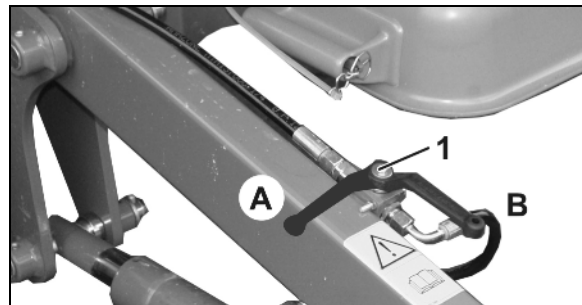

Fig. 104
2. Absperrhahn Striegelhöhe (Fig. 104/1) öffnen (**B**).
- Absperrhahn (Fig. 104/1) in Position **B** halten,